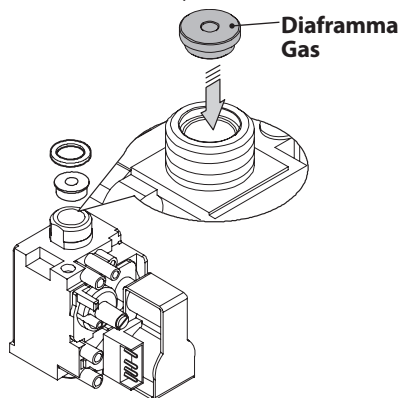

Figura 8.2
- Eseguire la trasformazione del tipo di gas sostituendo correttamente il diaframma gas (Figura 8.2), facendo riferimento alla sezione "Dati tecnici" pag. 30 (modello M260BJ.2025SM/T) e pag. 34 (modello M260BJ.3035SM/T).